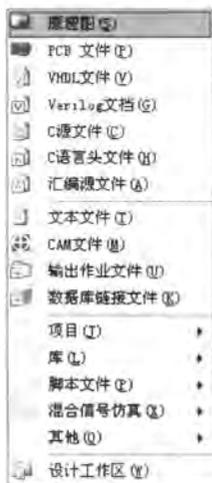

图 2-46 创建文件菜单
1) 菜单创建 执行【文件】/【创建】命令，在弹出的菜单中列出了可以创建的各种文件类型，如原理图文件、PCB 文件、C 源文件、库文件等，如图 2-46 所示。